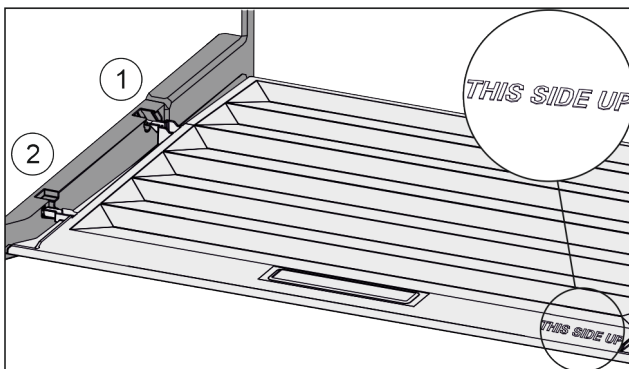

Fig. 74
- ▶ Deckelstege über Öffnung der hinteren Halterung Fig. 74 (1) einführen und vorne in Halterung Fig. 74 (2) einrasten.